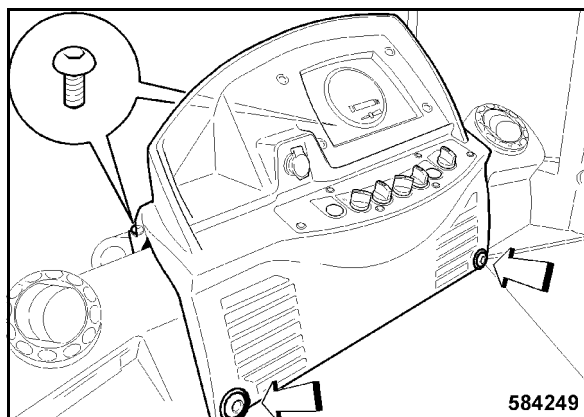

Fig. 254
- Instalar el tablero de instrumentos y fijarlo con cuatro tornillos de fijación (Fig. 254).